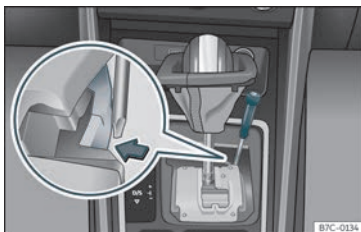

Fig. 145 Alavanca seletora: desbloqueio de emergência a partir da posição de estacionamento.
- Com a ajuda da parte plana de uma chave de fendas, pressione lateralmente a patilha amarela e mantenha-a pressionada » » » **Fig. 145**.